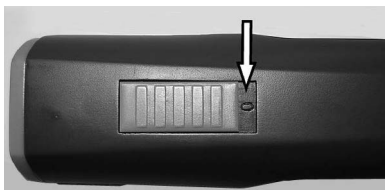

Abb. 4 Schiebeschalter in AUS-Position („0“)
1. Die Kontakte der Schermaschine (1) und des Akkus (2) auf Fremdkörper und Verschmutzung überprüfen.
2. Sicherstellen, dass der Schalterschieber der Schermaschine in Position AUS („0“) steht (Abb. 4).
3. Akku (2) in die Schermaschine (3) einschieben, bis die Akkuerriegelung (1) beidseitig eingerastet ist.
4. Schermaschine mit eingesetztem Akku (1) oder Reserve-Akku (2) von oben ohne Gewalt in die dafür vorgesehene Lademulde der Ladestation einsetzen.
6. Akku wird geladen. Während des Ladevorgangs leuchtet die Kontrolllampe (3) rot. Sobald der Akku min. 90 % geladen ist, wechselt die Kontrolllampe auf grün und die Ladestation schaltet auf „Erhaltungsladung“.
7. Das Ladegerät mit einer Hand festhalten und mit der anderen Hand die Schermaschine (1) oder den Akku (2) herausziehen.
1. Schieber auf Position „0“ schieben (Abb. 4).
2. Die Akkuverriegelung (2) beidseitig nach innen drücken und Akku (1) aus der Schermaschine ziehen.